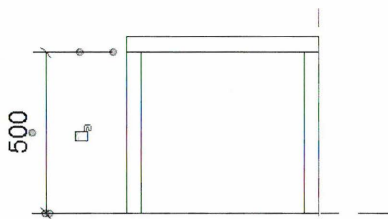

Fig. 06.04. Sæt målkæde på fra Reference Plane til toppen af boksen ikke toppen af låget.
- Sæt et mål på det venstre objekt (det objekt med *Work Plane: Ref. Level* på låget), fra *Reference Plane* i bunden til toppen af boksen (ikke toppen af låget) (Fig. 06.04).